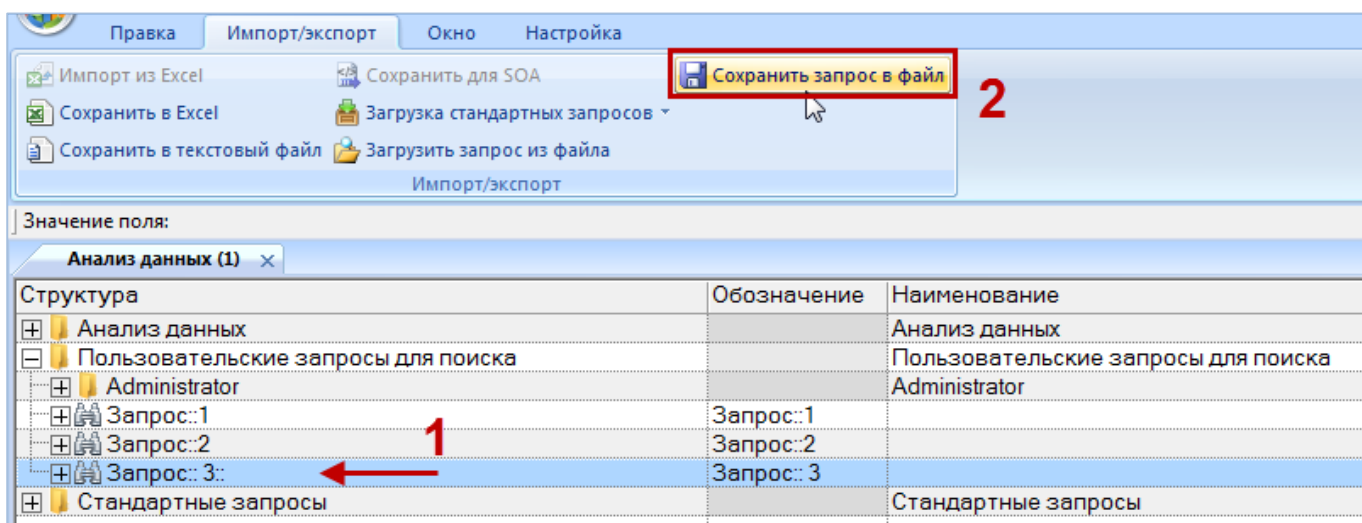

Рис. 7-35 – Сохранение запроса в файл
- 2) Выбрать запрос, который необходимо сохранить в файле (рис. 7-35).